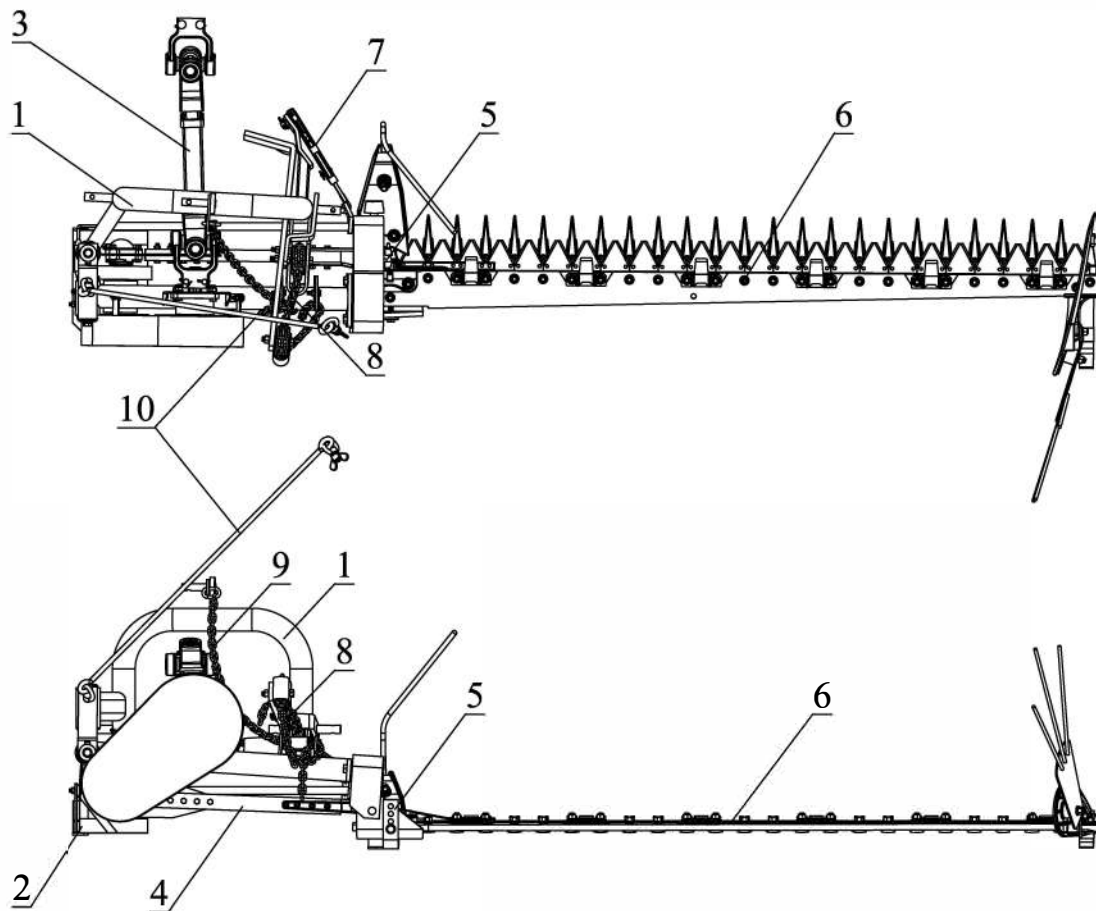
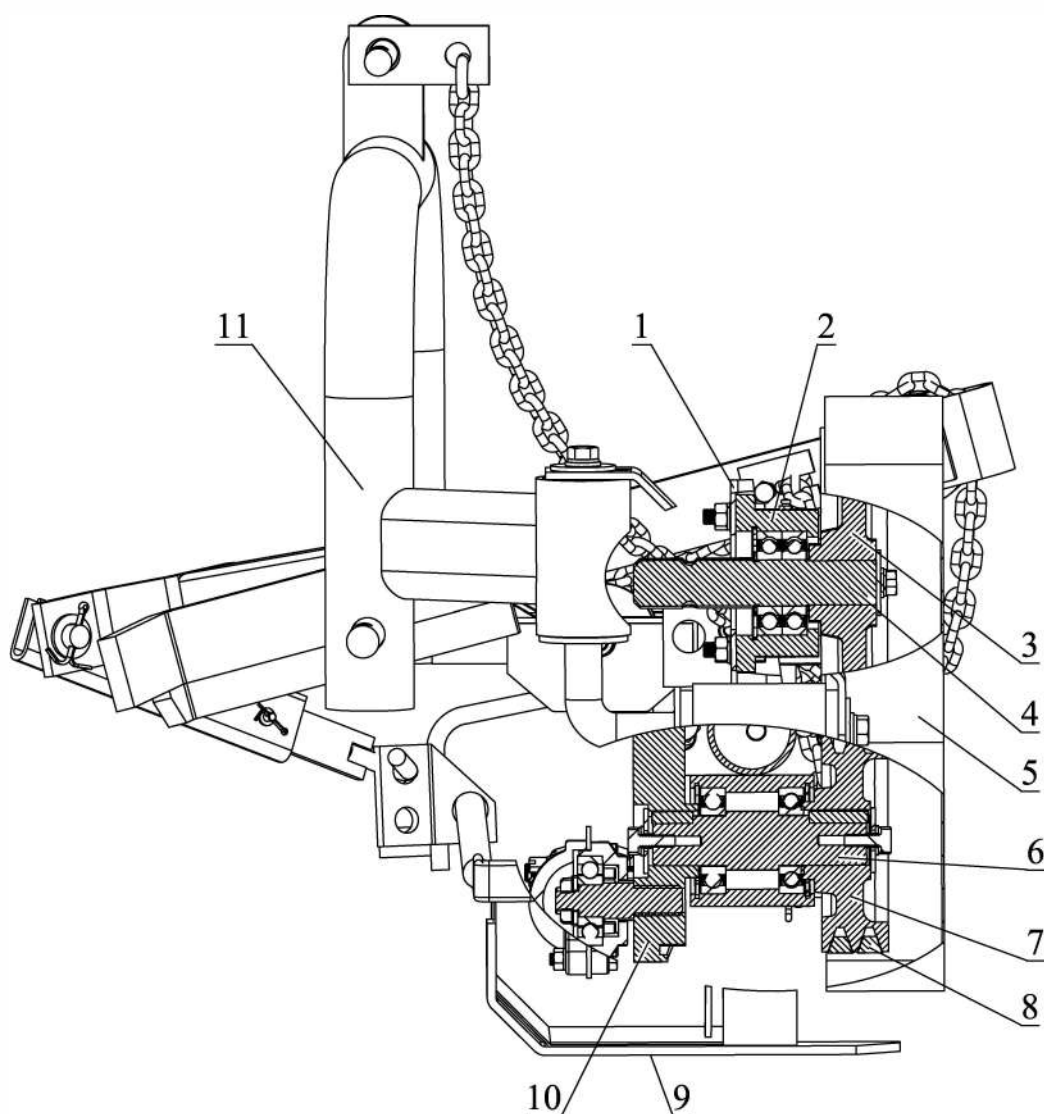

Рис. 1. Общий вид косилки.
Рис. 2. Рама с приводом.
Косилка SCOUT 9G (рис. 1) состоит из рамы с приводом (1), режущего аппарата (6), цепи и механизма подъема (8), цепи рабочего положения (9), тяговой штанги (7), шатуна (4), карданной передачи (3), защиты эксцентрика (2), распорки (7) и транспортного прута (10).
Рама с приводом (рис. 2) предназначена для присоединения косилки к навесному устройству трактора и преобразования вращательного движения вала приема мощности в возвратно-поступательное движение шатуна.
Вращательное движение от ведущего шкива (3) через клиновые ремни (8) передается ведомым шкивом (7) на ведомый вал (6). На передней части вала (6) установлен эксцентрик (10), предназначенный для преобразования вращательного движения вала в возвратно-поступательное движение шатуна (рис. 1, поз. 4) и уравнивания, возникающих от массы шатуна и ножа инерционных сил. Натяжение ременной передачи осуществляется смещением втулки вала приема мощности (2) в прорезях кронштейна (рис. 2, поз. 1). Ременная передача закрыта кожухом (5) закрепленным на раме болтами.
При переездах режущий аппарат фиксируется в поднятом положении транспортным прут (9) (рис. 1).
Механизм подъема (рис. 1) режущего аппарата состоит из системы рычагов и цепей. Отрегулируйте цепь рабочего положения (9) таким образом, чтобы добиться оптимального угла между шатуном и режущим аппаратом.
Тяговая штанга (рис. 1, поз. 7) служит для соединения режущего аппарата с рамой косилки. Тяговая штанга может быть установлена в двух положениях, изменяя тем самым угол атаки ножей.